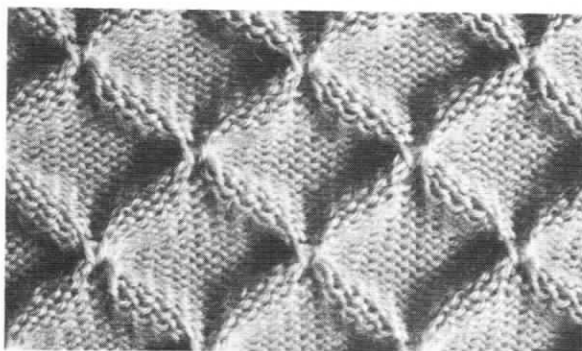

Fig. 72
Para un dibujo de lazadas que se repite a intervalo de 9 puntos o más (Fig. 72 y 73), emplear el método manual.
- Avanzar a posición de espera E las agujas necesarias (Fig. 74), tejiendo el número necesario de pasadas, mientras se dejan en espera E las agujas seleccionadas. Para el dibujo de la ilustración (Fig. 72) cada 10ª aguja es avanzada a posición de espera E y se tejen 11 pasadas dejando las agujas en espera;